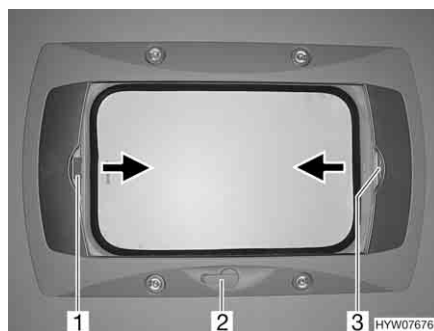

Fig. 37 Oblò a manovella
- Ruotare la manovella (Fig. 37,2) fino a quando non si incontra resistenza (angolo di apertura max. 70°).
- Tirare la tendina oscurante pieghevole per la maniglia (Fig. 37,3) nella direzione della freccia fino alla posizione desiderata e rilasciare. La tendina oscurante pieghevole rimane in questa posizione.
- Tirare la zanzariera a rullo per la maniglia (Fig. 37,1) nella direzione della freccia verso la maniglia contrapposta della tendina oscurante pieghevole (Fig. 37,3) e farla innestare.
- Tirare la maniglia della zanzariera a rullo (Fig. 37,1) dietro, verso l'alto, e sganciare la zanzariera a rullo dalla tendina oscurante pieghevole (Fig. 37,3).